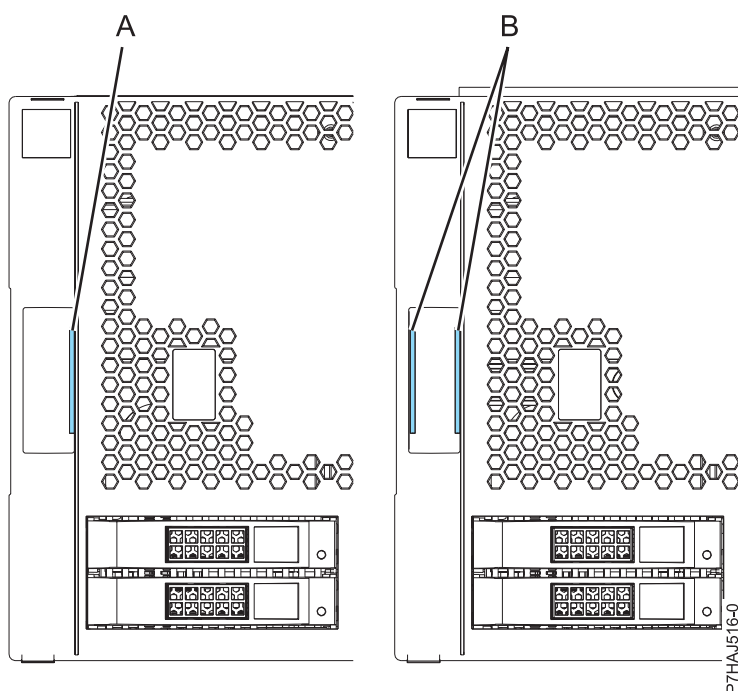

Figure 14. Identification des capots anciens et nouveaux
Remarque : Les anciens capots (expédiés avant le 1er mars 2011) sont reconnaissables à la bande bleue unique (A) située sur les taquets du capot. Les nouveaux capots possèdent deux bandes bleues (B). Voir figure 14.